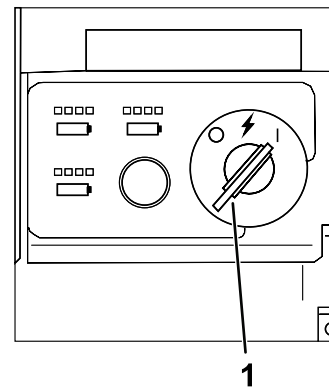

Figura 17
4. Rotiți cheia în poziția PORNIRE pentru a porni maina (Figura 17).